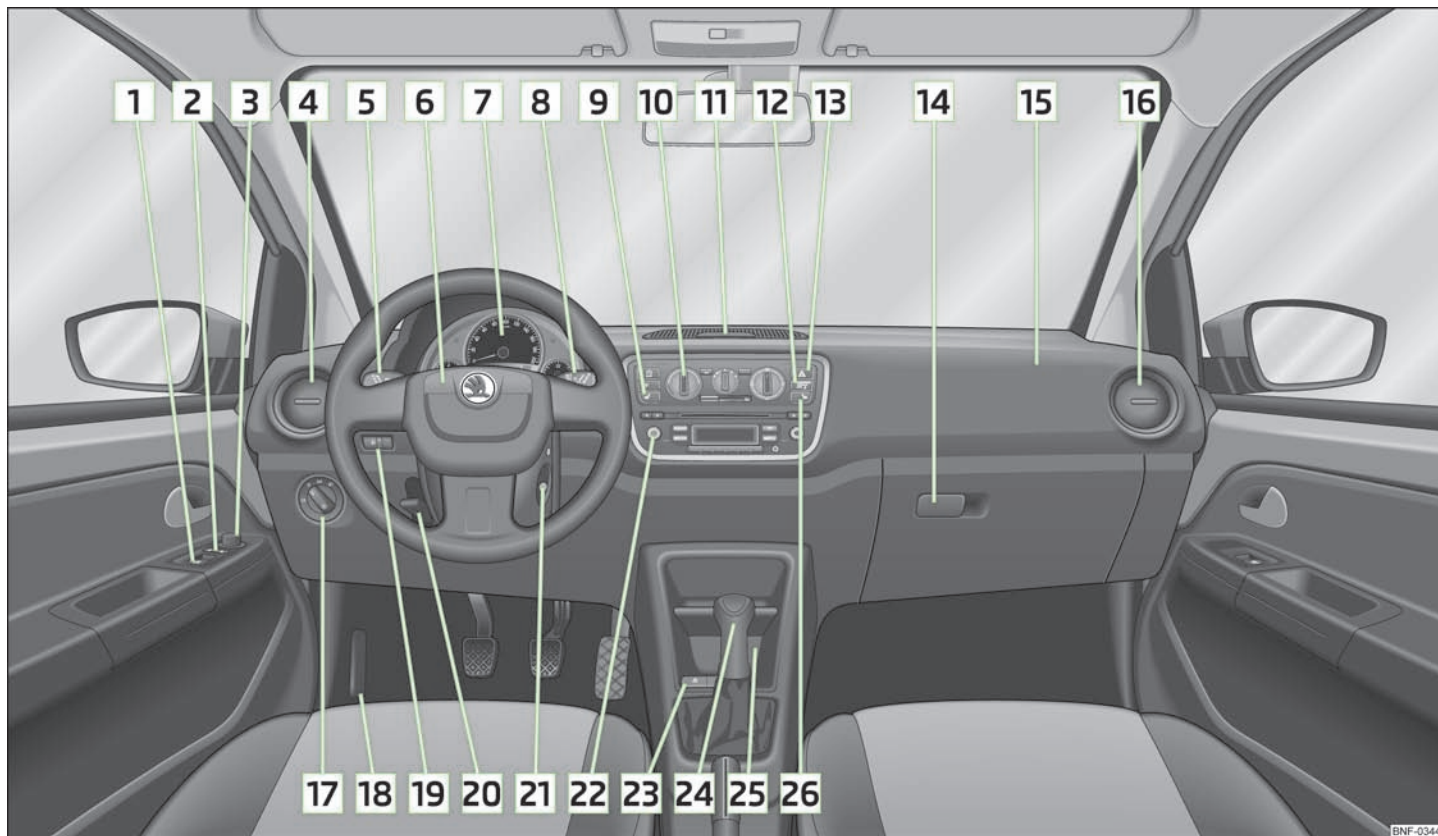

Abb.1 Cockpit
- Bei Fahrzeugen mit Rechtslenkung weicht die Anordnung der Bedienungselemente zum Teil von der in » Abb. 1 gezeigten Anordnung ab. Die Symbole entsprechen jedoch den einzelnen Bedienungselementen.